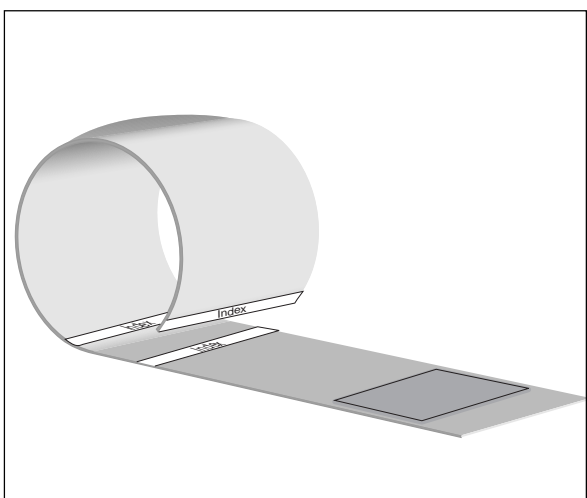

Fig. 4-2 Applicazione del bracciale
- la linea bianca tratteggiata sull'estremità del bracciale sia situata fra le due linee **Index** tratteggiate quando si chiude il bracciale (in caso contrario, selezionare un'altra misura di bracciale, Fig. 4-2)